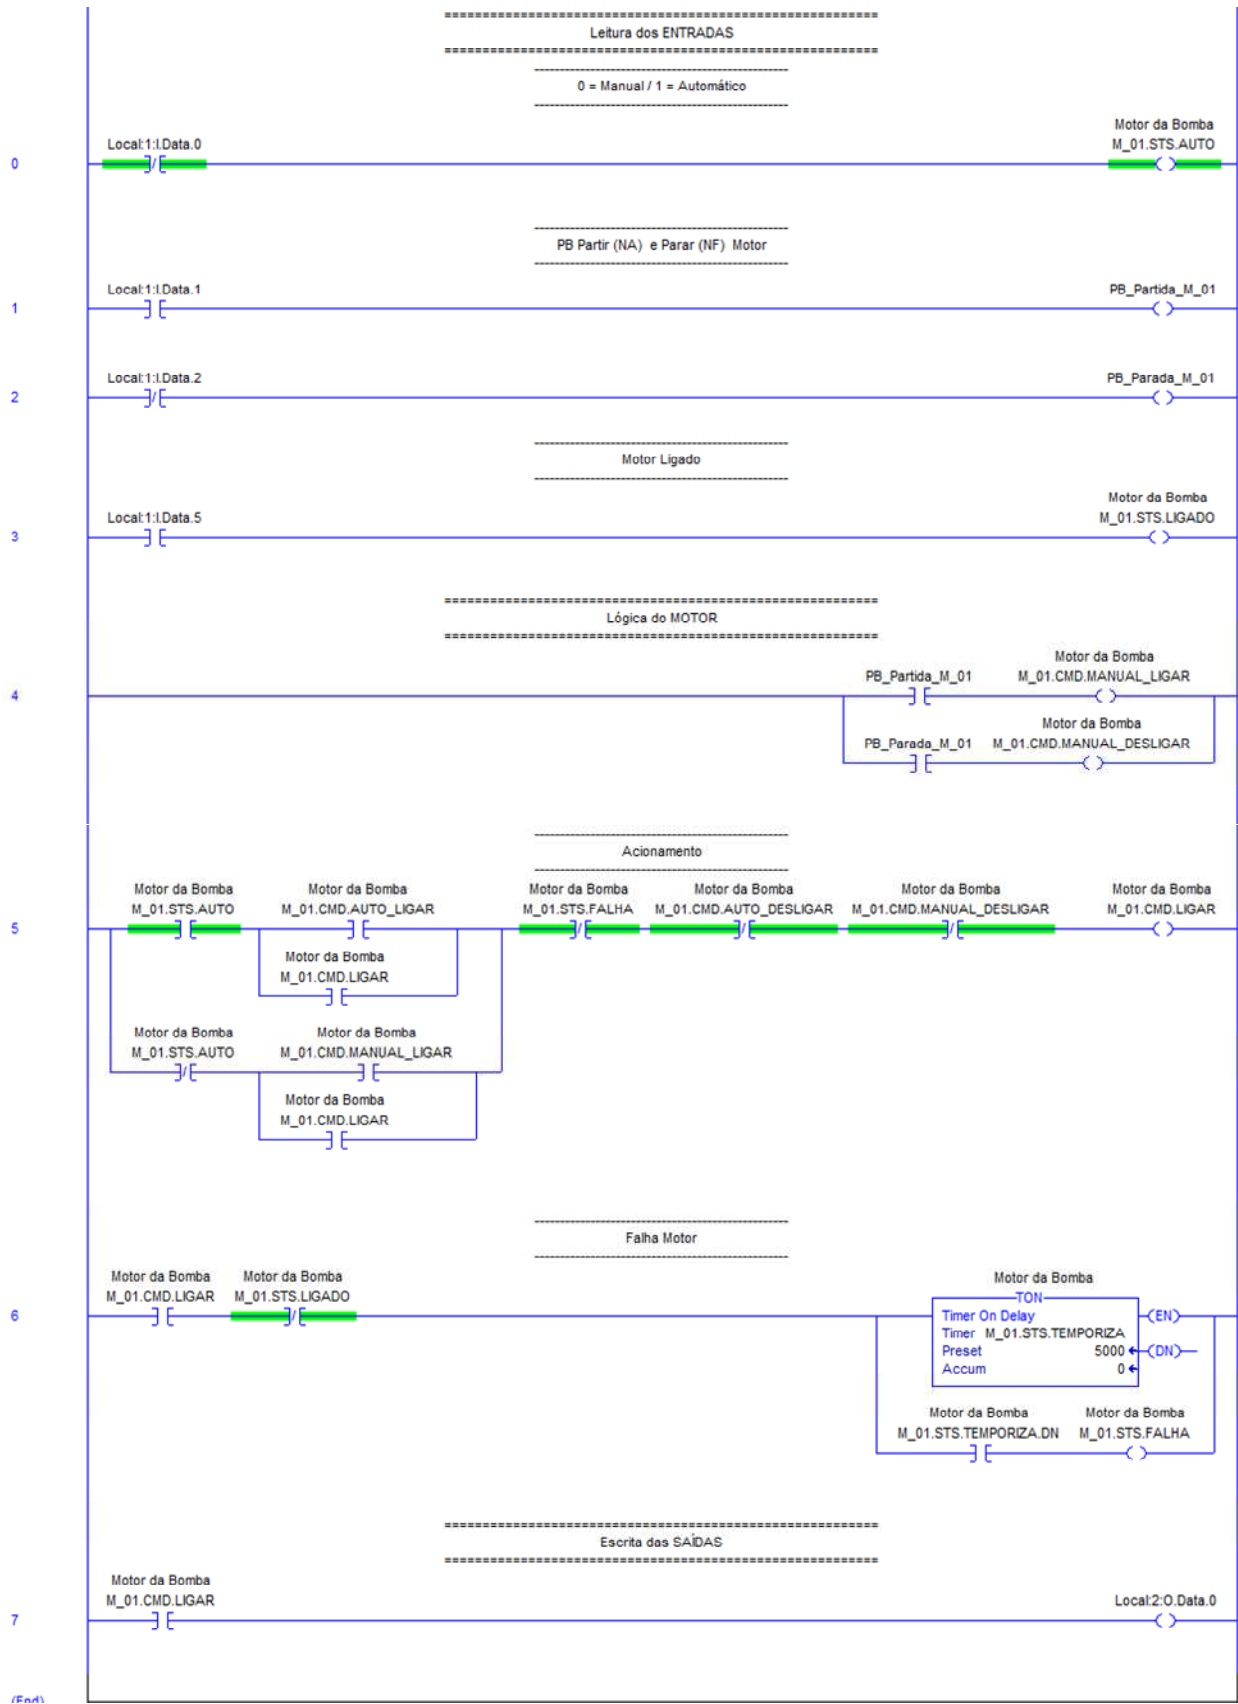

Figura 13. Rotina M01
A figura 13 mostra o código da rotina *M\_01*, escrito em linguagem Ladder, para controle de partida/parada do motor. Como pode ser observado, as instruções que constituem essa rotina são agrupadas em três blocos: *Leitura das Entradas*; *Lógica do Motor*; *Escrita das Saídas*.
- Esse arranjo permite sempre empregar, para as variáveis utilizadas ao longo do programa, o nível lógico alto para indicar comando ou status ativo (lógica direta), independente do tipo de saída ou entrada utilizada pelos equipamentos físicos existentes no campo. No momento da implementação em campo, caso algum dos sinais de entrada ou saída não obedeça a essa lógica, basta alterar a linha corresponde no bloco de *Leitura das Entradas* ou de *Escrita das Saídas*. Por exemplo, a variável interna `PB_Parada_M_01` deverá assumir o valor alto quando o operador acionar o *push-button* de parada manual do motor. Como foi admitido que esse botão é do tipo NF (entrada 2 do cartão de entradas digitais), na segunda linha do código mostrado na figura 13, utilizou-se uma instrução XIO. Caso, no momento da implementação em campo, se verifique que o botão é na realidade do tipo NA, bastaria somente alterar essa instrução para XIC, sem a necessidade de alterações em diversos pontos ao longo do código.